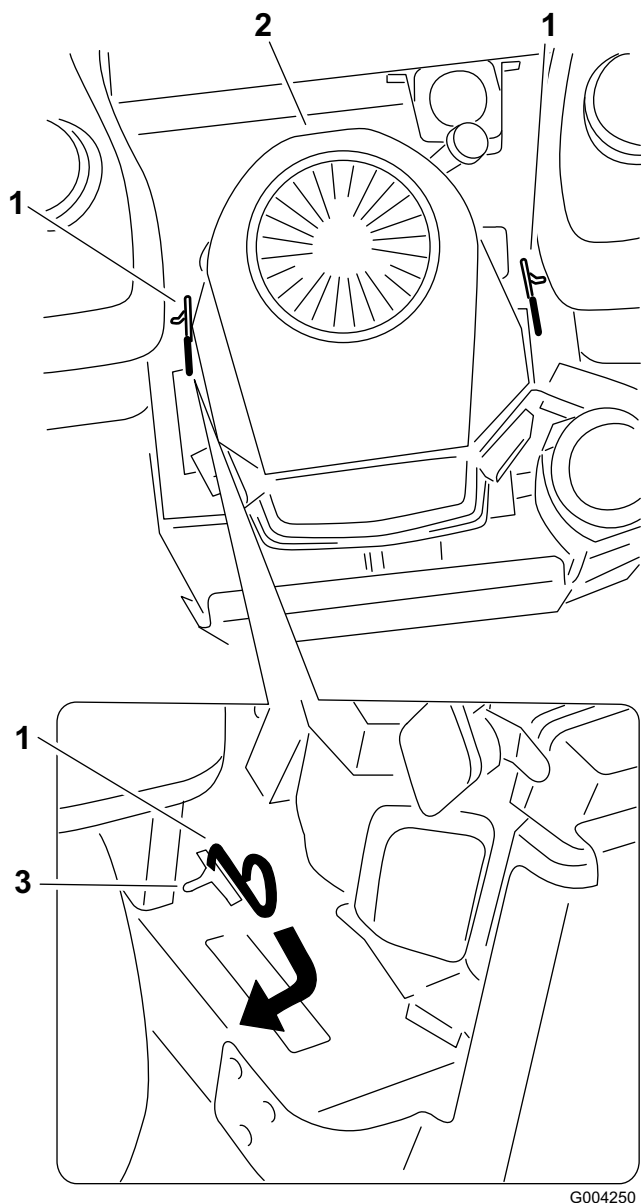

Figura 20
3. Tire de las dos palancas de desvío hacia atrás y empújelas hacia fuera, hasta que encajen en la ranura (Figura 20).
Empuje cada palanca de desvío hacia dentro y luego hacia adelante (Figura 20).